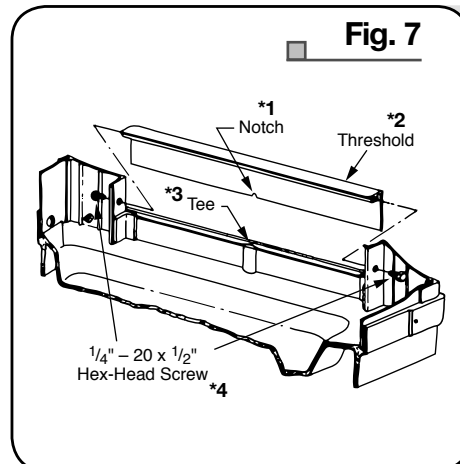

Fig. 7
8. Set Threshold in place between the front support extrusions. Be sure that threshold "notch" is locked into base "tee" section. Insert a 1/4" – 20 Hex Head Screw through the pre-punched hole in the front support flange and screw into the threaded area of the Threshold. Follow the same procedure for the other side. After both screws are started, tighten securely. (Fig. 7)
8. Coloque el umbral en medio de los moldeamientos de los soportes frontales. Asegúrese de que la ranura del umbral trabaje con la división "T". Inserte un tornillo de cabeza hexagonal 1/4" – 20 en el orificio marcado en el reborde del soporte frontal y atornillelo en el área roscada del umbral. Repita el procedimiento para el otro lado. Una vez que los dos tornillos estén colocados, ajústelos hasta que queden firmes. (Fig. 7)
8. Installez le seuil de porte entre les extrusions du support avant. Assurez-vous que l'encoche du seuil est insérée dans la section en T de la base. Insérez une vis à tête hexagonale n° 20 de 1/4 po par le trou du raccord de support avant puis dans le trou correspondant du seuil de porte. Procédez de la même façon pour l'autre côté. Une fois les 2 vis en place, serrez-les à tour de rôle. (Fig. 7)